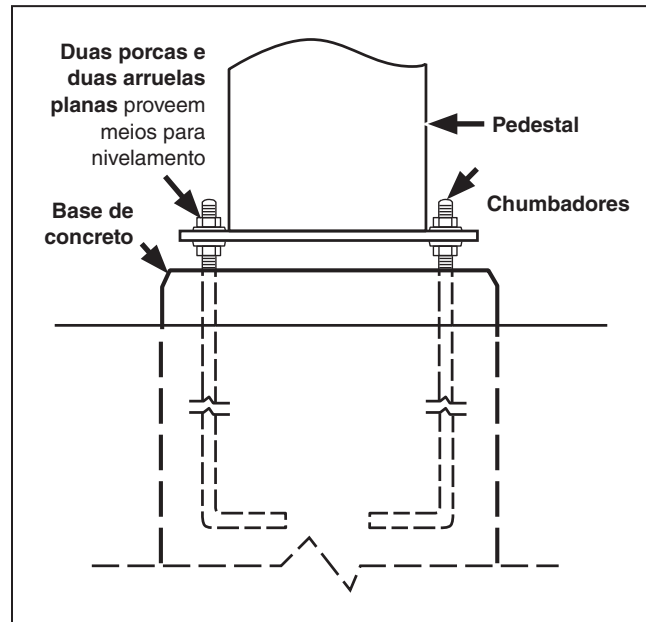
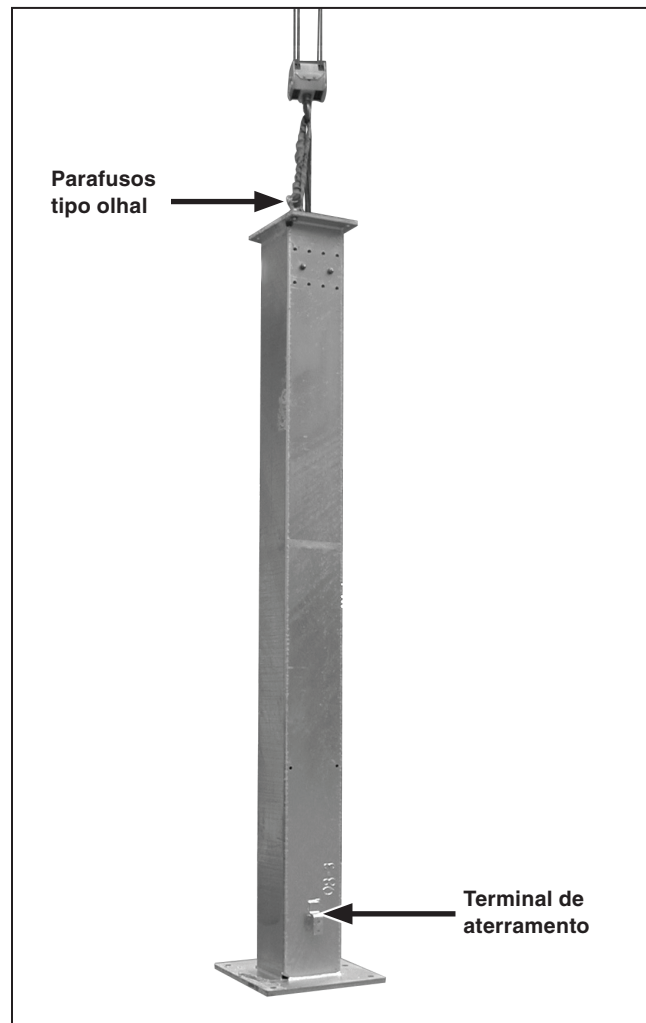

Figura 3. Detalhe de montagem do pedestal.
Figura 4. Içamento do pedestal.
PASSO 1. Instale os pedestais. Ver Figura 3 e Figura 4. Assegure-se que o terminal de aterramento de cada pedestal fique posicionado de forma adequada a cada instalação particular.